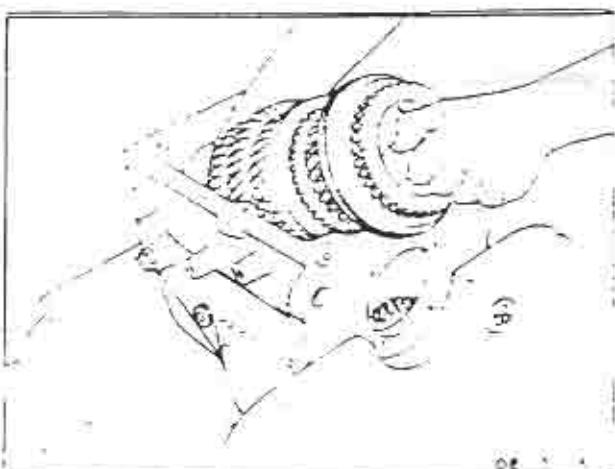

FIGURA 13
1. Remover o conjunto completo da árvore secundária de acordo com a figura 13.